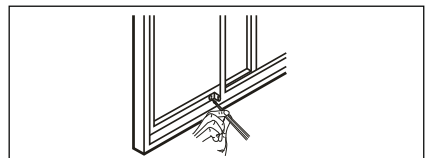

Figur 20
3. Luk skydevinduet fast mod vinduesskydesættet. (Figur 20)
4. Skru to 1/2"-skruer fast for at fastgøre vinduesskydesættet til skydevinduet. (Figur 20)
5. Skru to 3/4"-skruer fast for at fastgøre vinduesskydesættet til vinduesrammen. (Figur 20)